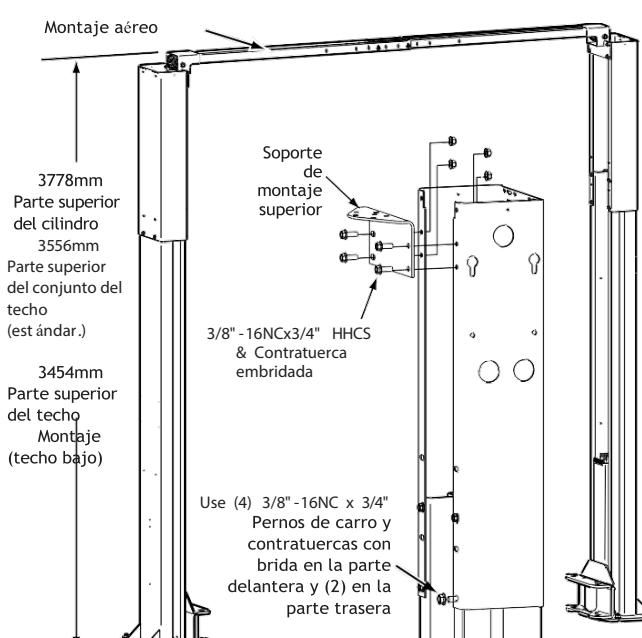

Fig. 2
Consulte la Fig. 2 para conocer la altura total de elevación de cada modelo específico de grúa. Añada 25 mm a la altura total hasta el obstáculo más bajo.
Antes de situar las columnas en posición vertical, instale las extensiones de columna utilizando (12) tuercas de seguridad HHCS de 3/8"-16NCx3/4" y tuercas de seguridad con reborde, Fig. 2 y Fig. 3.
Soporte de montaje superior: Instale los soportes de montaje en las extensiones de columna, Fig. 2.